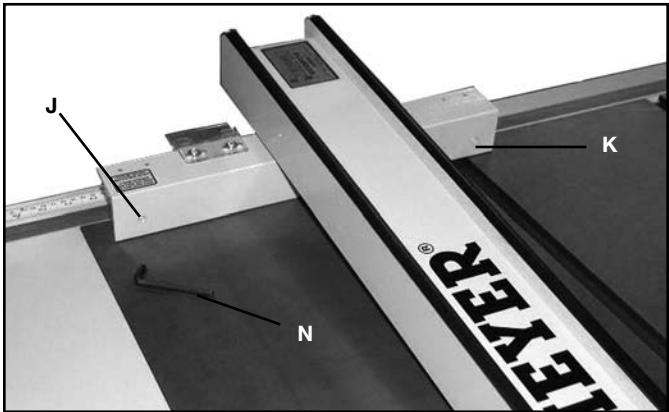
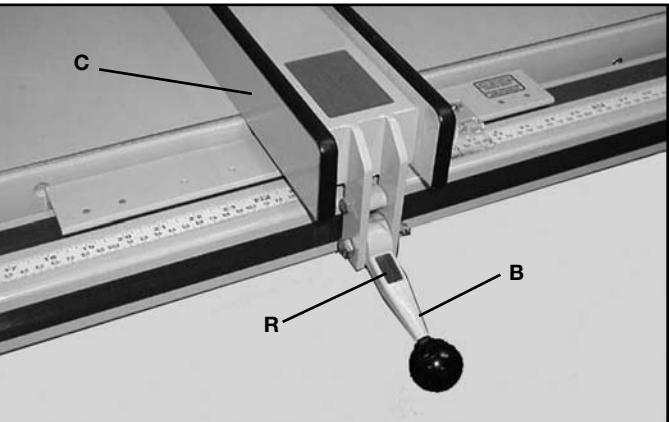

FIG. 27
FIG. 28
4. La guía (C) Fig. 26 se debe ajustar para que quede paralela a la ranura del calibrador de inglete. Deslice la guía hasta que el borde inferior esté alineado con el borde de la ranura del calibrador de inglete, como se muestra, y presione el mango de bloqueo hacia abajo (B). Compruebe que la guía (C) esté alineada con a la ranura del calibrador de inglete en toda la longitud del banco. Si se debe realizar un ajuste, retire la guía (C) como se muestra en la Fig. 27. Ajuste o afloje ligeramente los tornillos de ajuste (J) o (K) con una llave Allen de 4,8 mm (3/16") (N), que no está incluida. Vuelva a colocar la guía en el tubo de la guía y controle nuevamente la alineación. Repita este ajuste hasta que esté seguro de que la guía está paralela a la ranura del calibrador de inglete. **NOTA: Sólo es necesario un ligero movimiento de los tornillos de ajuste para ajustar la guía.**
5. Cuando el mango de bloqueo de la guía (B) Fig. 28 está hacia abajo, el ensamble de la guía (C) debe estar completamente sujeto al tubo de la guía. Si el ensamble de la guía (C) no está completamente sujeto al tubo de la guía cuando el mango está hacia abajo, como se muestra, levante el mango (B) y retire la guía del tubo de la guía como se muestra en la Fig. 27. Ajuste ligeramente los dos tornillos de ajuste (J) y (K) (si la guía está muy floja) o aflojelos (si la guía está muy ajustada), con una llave Allen de 4,8 mm (3/16") (N), que no está incluida. NOTA: Los tornillos (J) y (K) se deben ajustar o aflojar en la misma medida. Vuelva a colocar la guía en el tubo de la guía y controle nuevamente si el ensamble de la guía está ajustado por completo al tubo de la guía, cuando el mango de bloqueo (B) está hacia abajo. De ser necesario, realice más ajustes.
7. Para mover la guía a lo largo del tubo de la guía, simplemente levante el mango de bloqueo (B) Fig. 30 como se muestra, deslice la guía a la posición deseada y baje el mango de bloqueo (B) Fig. 28 como se muestra, para fijar la posición. **NOTA: Se proporciona un imán (R) Fig. 28 para mantener el mango hacia arriba cuando mueve la guía.**